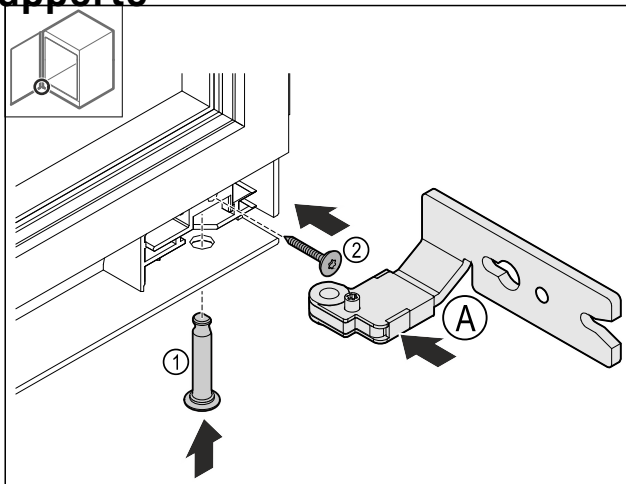

Fig. 26
- Inserire la cerniera inferiore Fig. 26 (A).
- Inserire i bulloni e Fig. 26 (1) fissarli.
- Stringere le viti Fig. 26 (2) tramite rotazione.